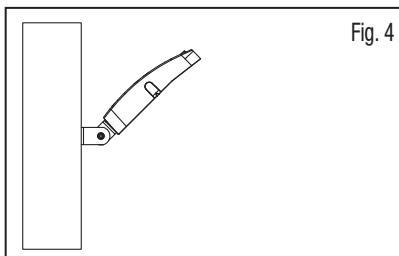

Fig. 4
7. Install / mount the other bracket of the Trunnion Mount to the installation surface. (Fig. 4)
9. Adjust the floodlight to the preferred lighting angle and fasten using the angle-setting screw (M4x8). (Fig. 4)
7. Installez / fixez l'autre partie du support en tourillon à la surface d'installation. (Fig. 4) **\*Le câble ne passe pas par l'ouverture centrale fixée à la surface d'installation.**
9. Réglez le projecteur à l'angle d'éclairage souhaité et serrez la vis de réglage d'angle (M4x8). (Fig. 4)